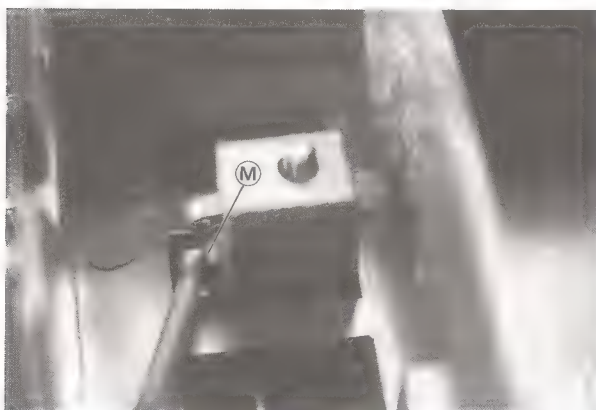
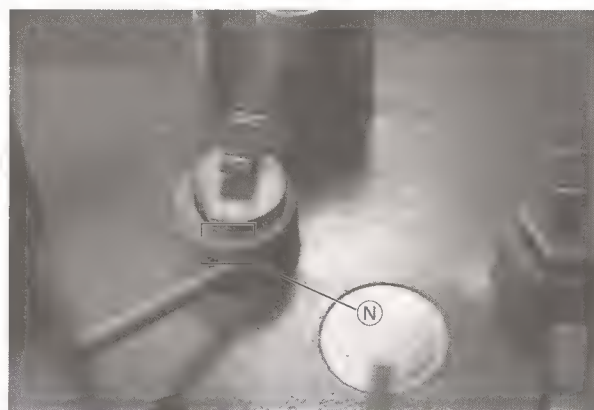

Fig. 6
Fig. 7
**7. Ausbau der Eingangswahltasten (Fig. 6)**
- Die 3 Rastnasen (M) zusammen ausrasten. Die Tasteneinheit kann jetzt nach außen entnommen werden.
**7. Disassembling of the Input Selection Buttons (Fig. 6)**
- Disengage the 3 catches (M) together. The buttons can now be removed towards the outside.
**8. Ausbau der Tasten (Fig. 7)**
- Mit einem kleinen Schraubendreher die Tasten heraushebeln. Ein Abbrechen der Nase (N) ist für die Funktion ohne Bedeutung.
**8. Disassembling of the Buttons (Fig. 7)**
- Lift off the button with a small screw driver. Breaking the nose (N) does not affect the function.